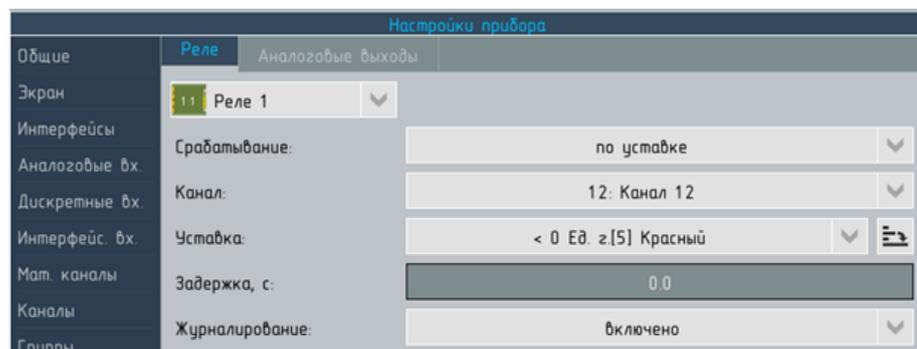

Рисунок 6.63 – Настройки прибора. Раздел Выходы, вкладка Реле, аргумент – событие
- ▶ По событию – реле срабатывает, если назначенное для него событие переходит в состояние «1» (см. рисунок 6.63).